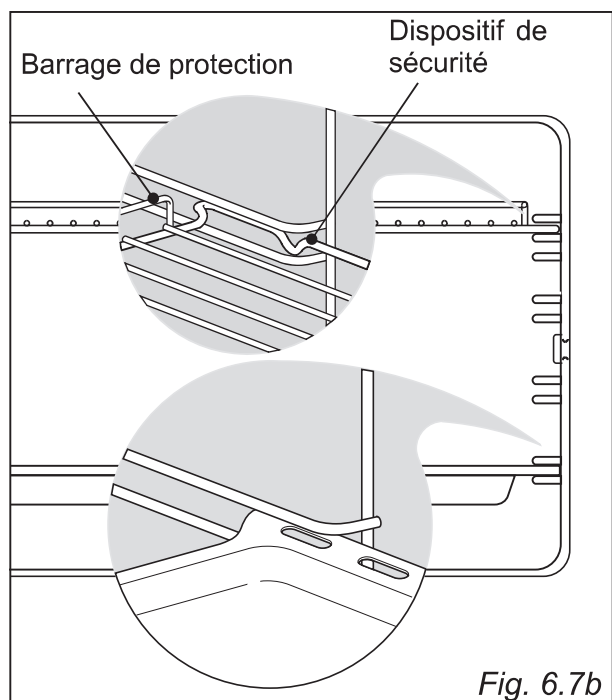

Fig. 6.7b
- Faire glisser sur les guides la grille et la lèchefrite (fig. 6.7b).